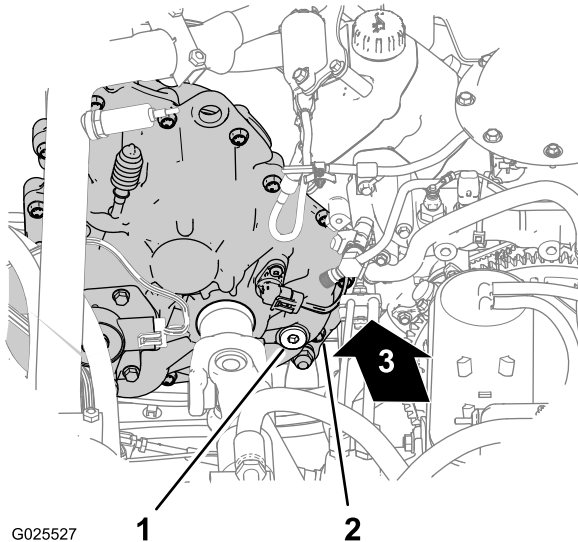
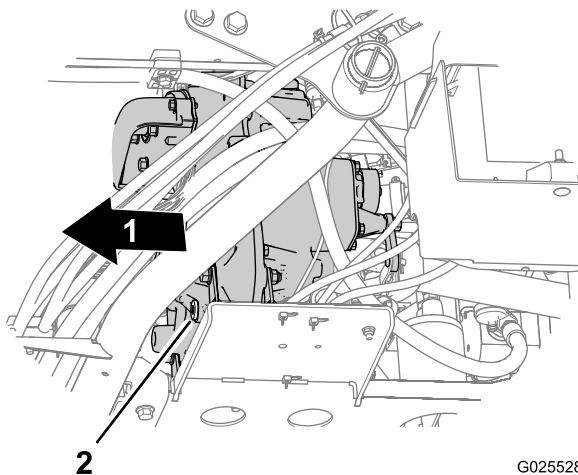

Figure 66
Figure 67
- Localisez le bouchon de remplissage dans la partie intérieure arrière du carter de transmission, et le bouchon de vidange sur la partie extérieure avant (Figure 66 et Figure 67).
le sens antihoraire ; enlevez-le ensuite de la transmission (Figure 66).
- Placez un bac de vidange sous le bouchon de vidange (Figure 67).
- Retirez le bouchon de vidange de l'orifice de vidange en le tournant dans le sens antihoraire ; enlevez-le ensuite de la transmission (Figure 67).
- Remettez le bouchon de vidange (Figure 67).
- Versez 700 ml d'huile de transmission Dexron VI dans l'orifice de remplissage de la transmission (Figure 66).
- Remettez le bouchon de remplissage (Figure 66).